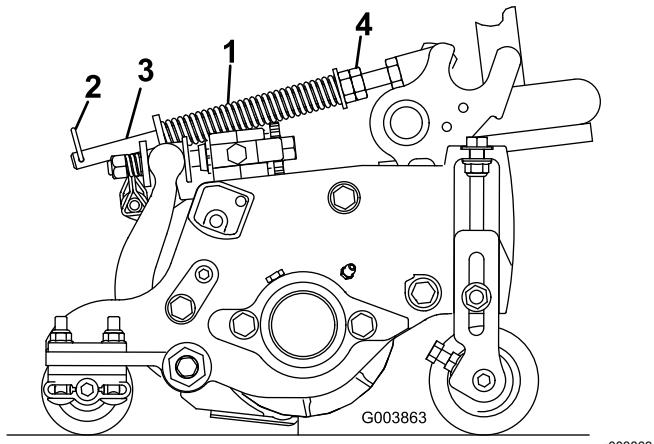

Figure 51
Le ressort de compensation (Figure 51) transfère le poids du rouleau avant au rouleau arrière. Cela évite la formation d'ondulations à la surface de la pelouse.
1. Vérifiez que la goupille fendue est insérée dans le trou arrière de la tige de ressort (Figure 51).
2. Serrez les écrous hexagonaux à l'extrémité avant de la tige de ressort jusqu'à ce que la longueur du ressort comprimé soit égale à 16 cm ; voir Figure 51.
2. Le contacteur des bras de levage se trouve sous le réservoir hydraulique, vers l'intérieur du bras de levage de l'unité de coupe n° 5 (Figure 51).